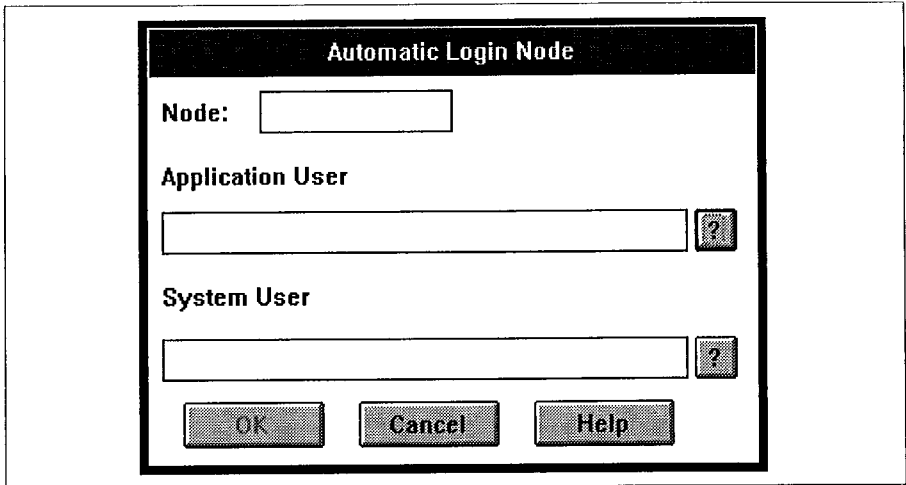

Figure 3-32 Boîte de dialogue Automatic Login Node
- 3 Cliquez sur le bouton '**Add**' (ajouter) pour afficher la boîte de dialogue **Automatic Login Node** (noeud de connexion automatique), voir figure 3-32. Saisissez les données dans champs de la boîte de dialogue comme suit: